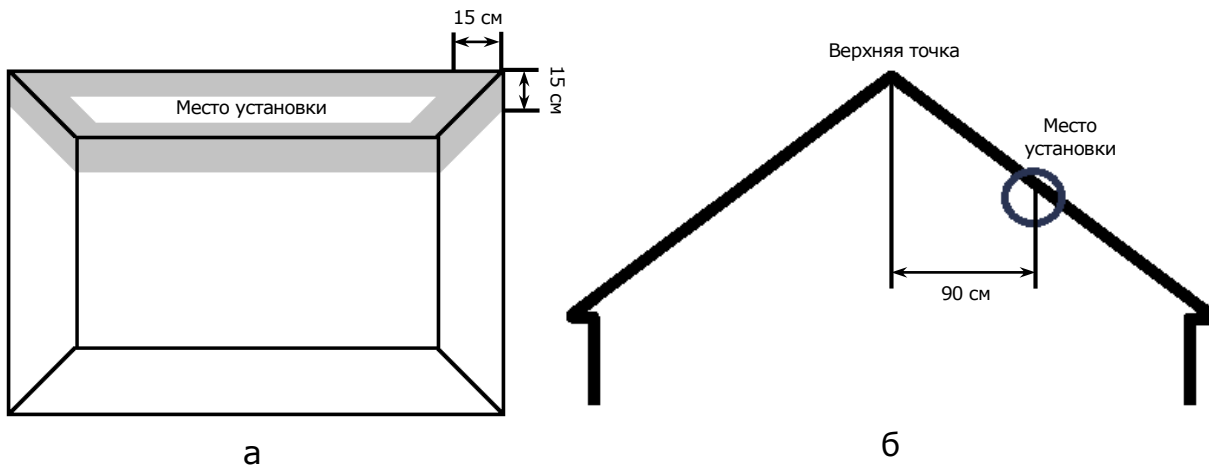

Рисунок 5: Установка датчика дыма на плоский/скошенный потолок
4. Соблюдать рекомендации по месту установки на потолок (см. рис. 5)
При монтаже датчика дыма на потолок следует размещать его на расстоянии не менее 30 см от ламп и предметов декора, а также на расстоянии не менее 15 см от стен и углов (см. рис. 4 и рис. 5).
(рис. 5-а)
(рис. 5-б)